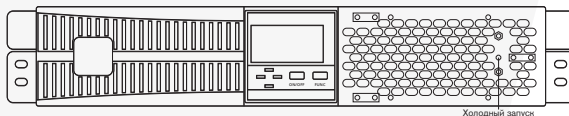

Рис. 5-1: Кнопка холодного запуска
3. Нажмите кнопку холодного запуска для включения ИБП, как показано на рис.5.1. Нажмите кнопку «ВКЛ / ВЫКЛ» в течение 2,5 с, когда зуммер включен.